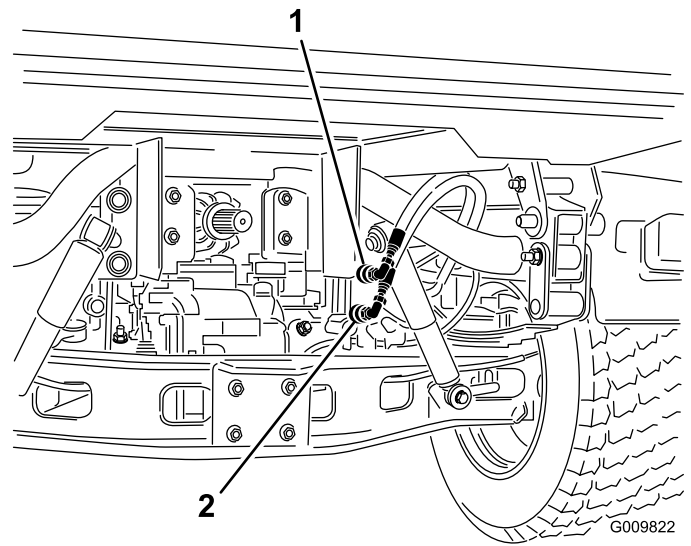

Figure 71
2. Sur les deux véhicules, débranchez les deux flexibles à raccords rapides des flexibles fixés au support de raccord (Figure 71).